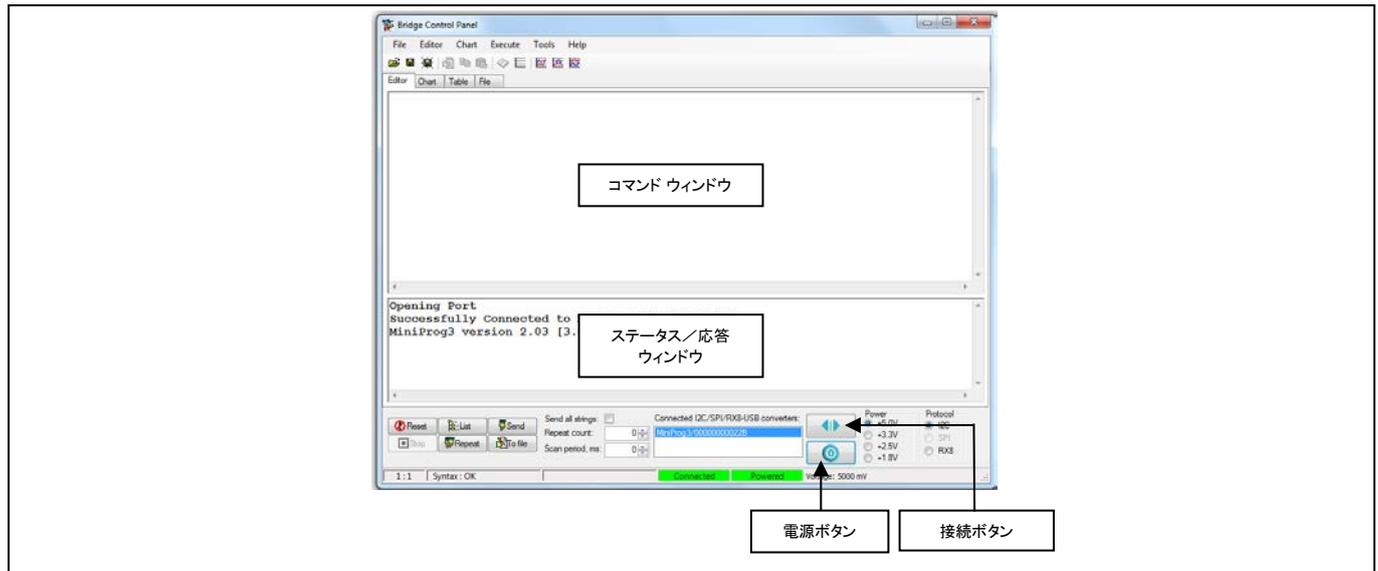

Figure 29 Bridge Control Panel (ブリッジコントロールパネル)
3. 次に、電源ボタンをクリックして CY3210 のテストセットアップに電源を供給してください。(Figure 29 を参照。)